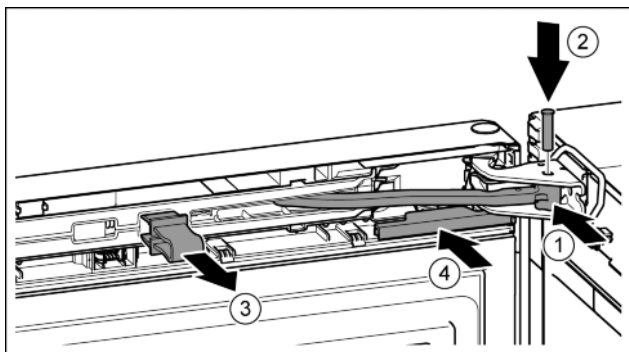

Fig. 21
- ▶ Okrenite zglob u podlošku ležaja. Fig. 21 (1)
- ▶ Umetnite svornjake u podložak ležaja i zglob. Pritom pazite da ispušćenje za blokiranje ispravno dosjedne u utor. Fig. 21 (2)
- ▶ Skinite osigurač. Fig. 21 (3)
- ▶ Natakните pokrov. Fig. 21 (4)